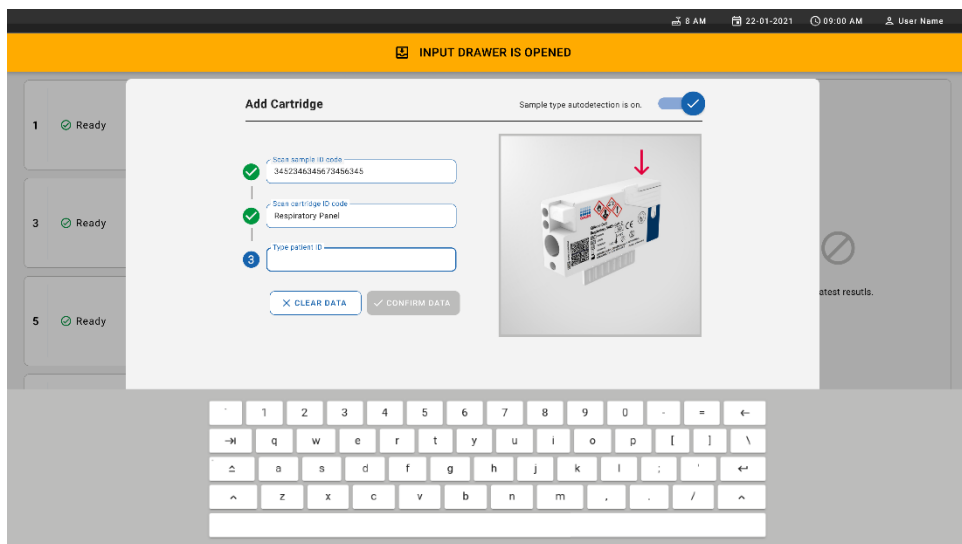

图 24.扫描 QIAstat-Dx Respiratory SARS-CoV-2 Panel Cartridge ID 屏幕。
8. 输入样本 ID 条形码后，扫描要使用的 QIAstat-Dx Respiratory SARS-CoV-2 Panel Cartridge 的条形码（箭头所示位置）。QIAstat-Dx Rise 会根据 QIAstat-Dx Respiratory SARS-CoV-2 Panel Cartridge 条形码自动识别要运行的检测（图 24）。